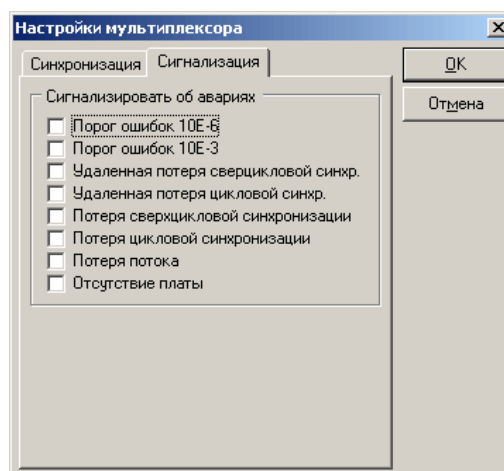

Рисунок 29
- выбрать вкладку «сигнализация» (рис. 29);